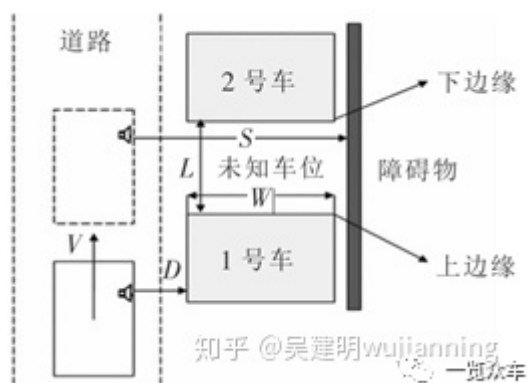

图3
**(2) 停车位检测与识别：**自动泊车超声波车位探测系统主要是由布置在车身侧面的超声测距模块构成的，通过超声传感器对车辆侧面的障碍物进行探测，即可完成车位探测及定位。超声波车位探测的过程如图3所示。